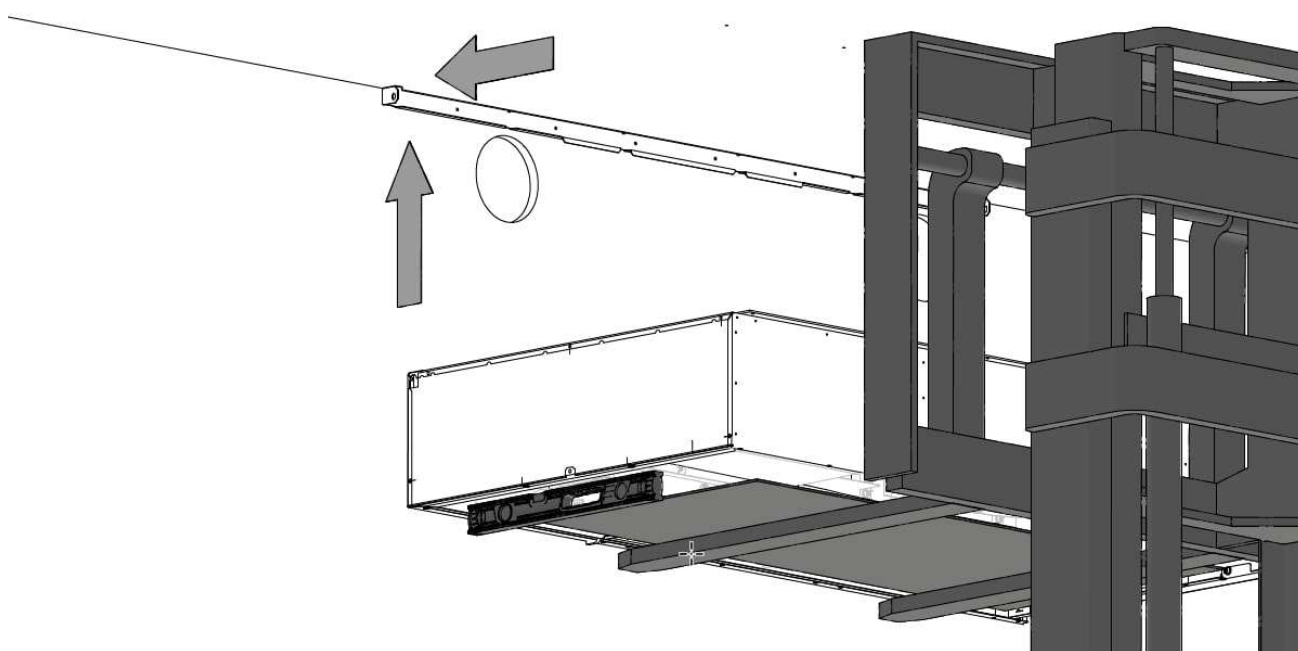

Abbildung 13: Anheben des DUPLEX Vent X-Gerät und Aufstecken auf die Halterung
1. Legen Sie eine Schutzunterlage zwischen die Hebevorrichtung und das Gerät, um Kratzer zu vermeiden, siehe Abbildung 13 unten.